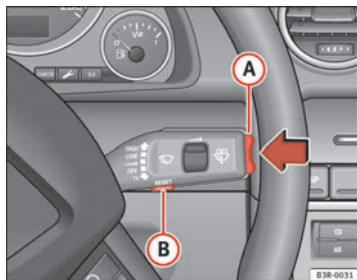

Fig. 60 Levier d'essuie-glace : Eléments de commande de l'ordinateur de bord
Appuyez sur la touche Reset **(B)** $\Rightarrow$ page 91, fig. 60 pour sélectionner successivement les fonctions des ordinateurs de bord 1 et 2.
Appuyez brièvement sur le sélecteur de fonction ou sur la touche **Reset** $\Rightarrow$ page 91, fig. 60 pour arrêter l'alarme de durée du trajet.
- Appuyez sur le côté supérieur ou inférieur du sélecteur de fonctions **(A)** ⇒ fig. 60. Les fonctions de l'ordinateur de bord dans les différents niveaux de mémoire s'affichent successivement.